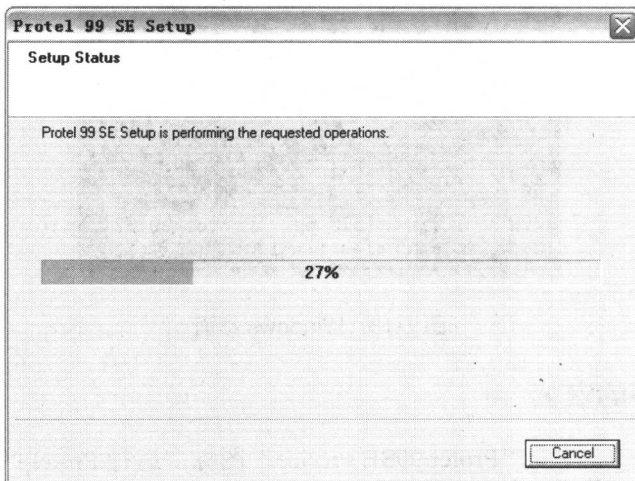

图 1-11 程序安装进程
(12) 单击“Next”按钮，开始将 Protel 99SE 主程序安装到电脑里。在安装过程中，Windows 显示安装进程，如图 1-11 所示。